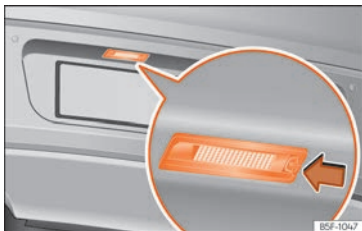

Abb. 72 Im Stoßfänger hinten: Kennzeichenleuchte.
- Mit der flachen Klinge des Schraubendrehers aus dem Bordwerkzeug (» Seite 44) in Pfeilrichtung in die Aussparung der Kennzeichenleuchte drücken » **Abb. 72**.